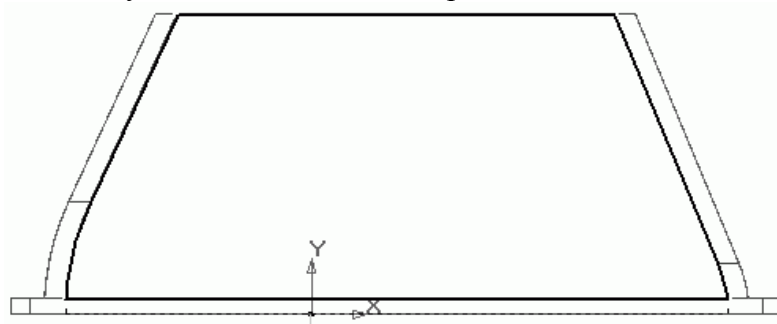

Рис. 3.76. Эскиз для выдавливания боковой стенки корпуса редуктора
8. Теперь можно перейти к построению боковой стенки. Ее можно выполнить обычным выдавливанием на величину толщины стенок, просто заполнив материалом детали промежуток между задней и передней стенками корпуса. Эскиз операции выдавливания должен повторять контуры краев уже построенных стенок и фланца корпуса (рис. 3.76). Опорная плоскость эскиза – внутренняя торцевая грань фланца (вдоль его длинной стороны). Полагаю, вам будет несложно его построить.